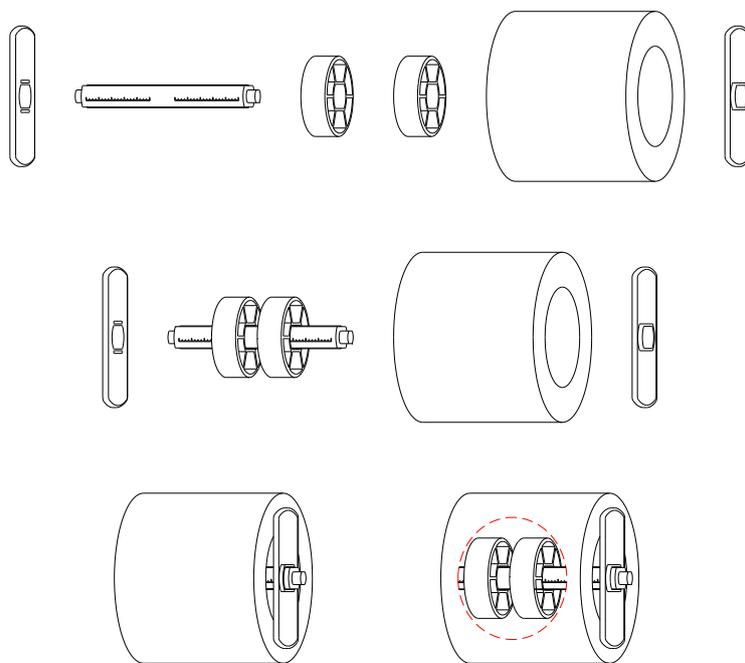

图 2-13 将纸卷套入纸卷轴
1. 取出纸卷轴，将纸卷套入纸卷轴（如果是 3 英寸大纸芯的纸卷，请套入纸卷轴套筒），将两个纸卷挡板从两边套入纸卷轴，光滑面朝向纸卷。如图 2-13 所示。